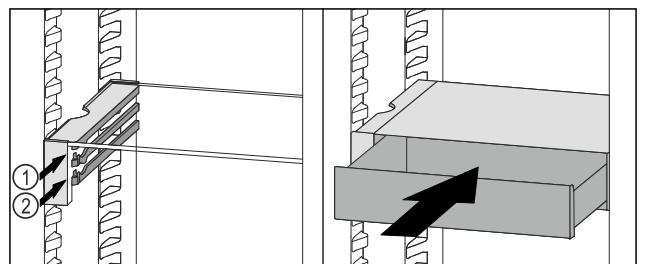

Fig. 135
- ▶ VarioSafe-Schubfach hinter den Stopperrn auf gewünschter Rippe Fig. 135 (1) oder Fig. 135 (2) aufsetzen.